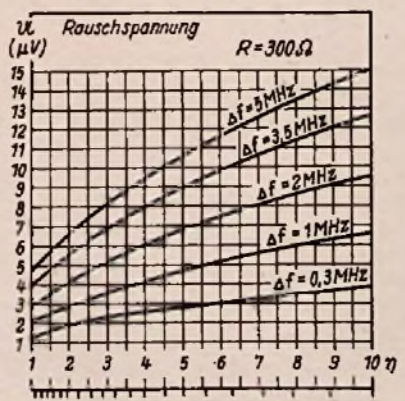

Bild 1. Rauschspannung in Abhängigkeit von der Rauschzahl beim Eingangswiderstand von 300 Ω
In Bild 1 und 2 sind für verschiedene Rauschzahlen entsprechende Werte für die Rauschspannung bei verschiedenen Bandbreiten angegeben. Die Angabe eines Wertes für η ist also die unverstellte. Man kann dann leicht mit Hilfe von Formel (11) auf eine andere Größe bei speziellen Fällen übergehen.
wenn für e und $k T_0$ die Zahlenwerte eingesetzt werden (I_a in Ampere, R in Ohm). Praktisch richtet man die Meßanlage so ein, daß $X = 2$ wird, d. h. man steigert den Strom I_a der Rauschdiode so weit, daß am Verstärker-ausgang die doppelte Leistung im Vergleich zur nicht geheizten Rauschdiode ange-zeigt wird. Bei einer Rauschzahl von 10 muß z. B. ein Strom von 1,65 mA durch die Rauschdiode fließen. Natürlich kann man auch andere Rauschgeneratoren verwenden. Daß man zur Rauschmessung Generatoren benutzen muß, die sämtliche in das Übertragungsgebiet fallende Frequenzen abgeben, ist klar, denn das Störrauschen enthält ja alle diese Frequenzen. Außerordentlich wichtig aber ist bei der Rauschmessung die saubere Anpassung des Generators an den zu messenden Empfänger, wie dies z. B. aus den stark verschiedenen Kurven in Bild 1 und 2 hervorgeht. Diese Forderung auf genaue Anpassung ist mit ein Grund für den hohen Preis solcher Rauschgeneratoren. P. Marcus